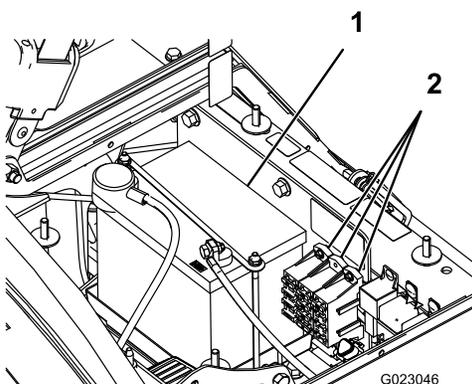

図 46
全部で2本のヒューズブロックを使用し、1本の未使用スロットがあります。ヒューズは運転席下に取り付けてあります 図 46。
2. バッテリーは、機体右側、ポンプの後ろにある 図 46。
5. バッテリーリテーナと固定金具を外す 図 46。
2. バッテリー押さえを元通りに取り付ける 図 46。
4. バッテリーカバーを元どおりに取り付けノブで固定する 図 46。
1. バッテリーボックスのノブ 図 46をゆるめ、カバーを外す。